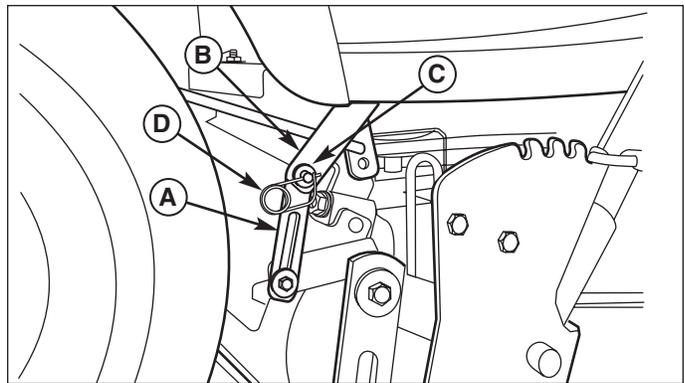

Figure 10. Bras de levage
4. Déconnecter le bras de levage de la tondeuse (A, Figure 10) du bras de levage du tracteur (B). Les deux cotés. Installer de nouveau la rondelle et le clip de sécurité (D).
5. Voir la Figure 10. Connecter le bras de levage de la tondeuse (A) au bras de levage du tracteur (B) à l'aide de la rondelle plate (C) et le clip de sécurité (D). Les deux cotés.